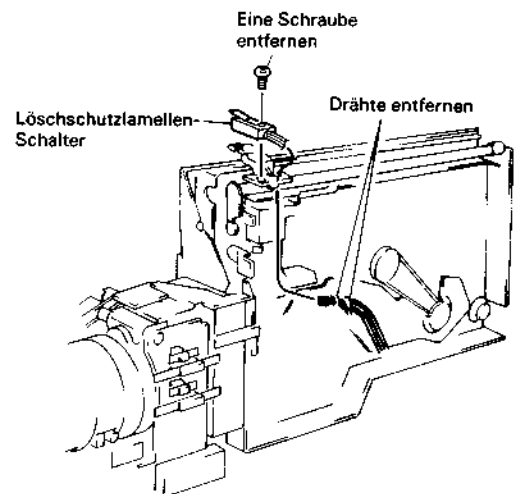

Abb. 2.66 Ausbau des Löschschutzlamellen-Schalters
4. Die Drähte aus der Kabelbride entfernen (siehe Abb. 2.66).
5. Eine (1) Befestigungsschraube des Löschschutzlamellen-Schalters entfernen.